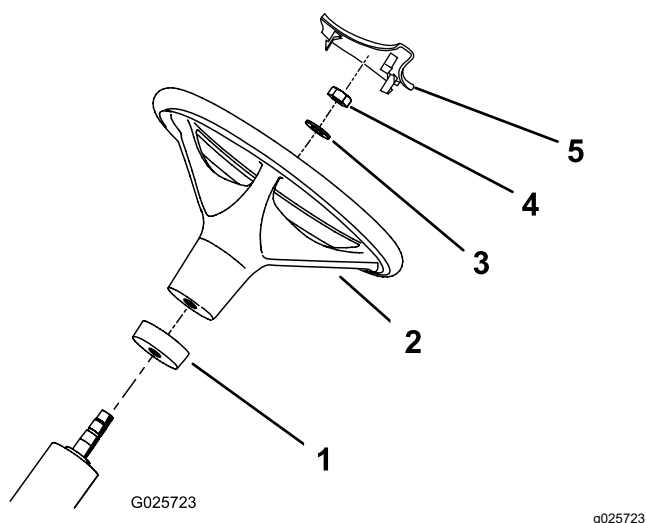

Figura 2
2. Faça deslizar o anel de esponja, extremidade pequena primeiro, para a coluna de direção (Figura 2).
3. Faça deslizar o volante para a coluna de direção (Figura 2).
4. Fixe o volante à coluna de direção, utilizando uma anilha e uma porca de bloqueio (Figura 2).
6. Pressione a cobertura do volante para a posição no volante (Figura 2).